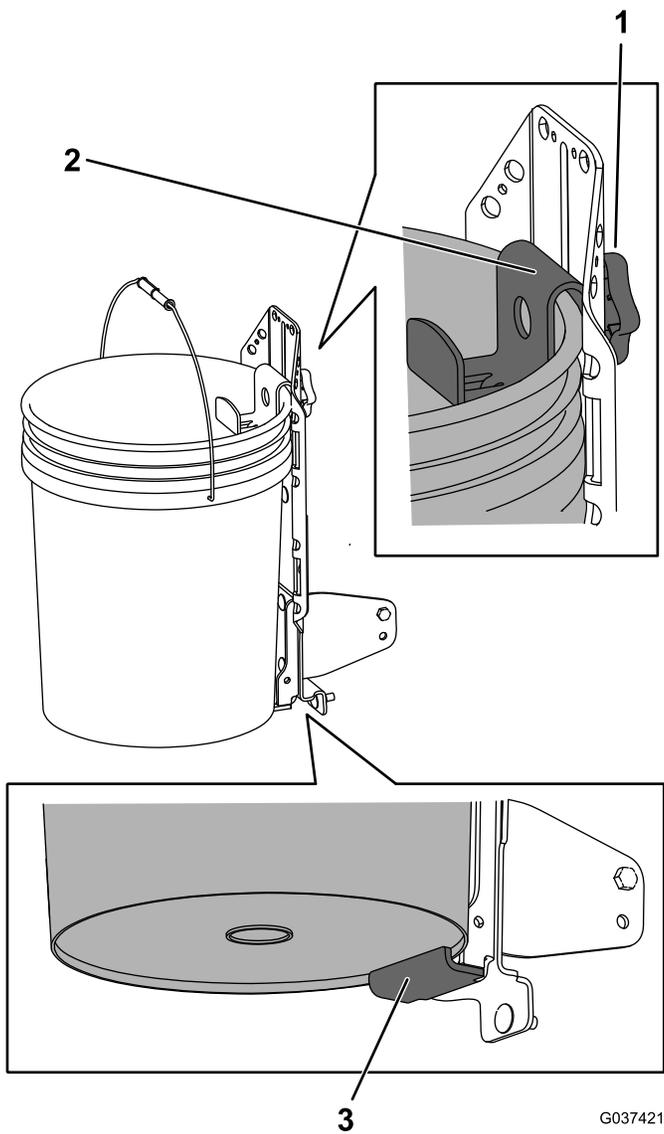

Figura 16
1. Afloje el pomo y eleve el soporte superior. Apriete el pomo para sujetarlo en su posición (Figura 16).
2. Si ha retirado el soporte de bisagra, coloque el borde inferior del cubo sobre el saliente inferior del soporte soldado (Figura 16).
3. Afloje el pomo y baje el soporte superior al máximo sobre el borde del cubo. Apriete el pomo (Figura 16).